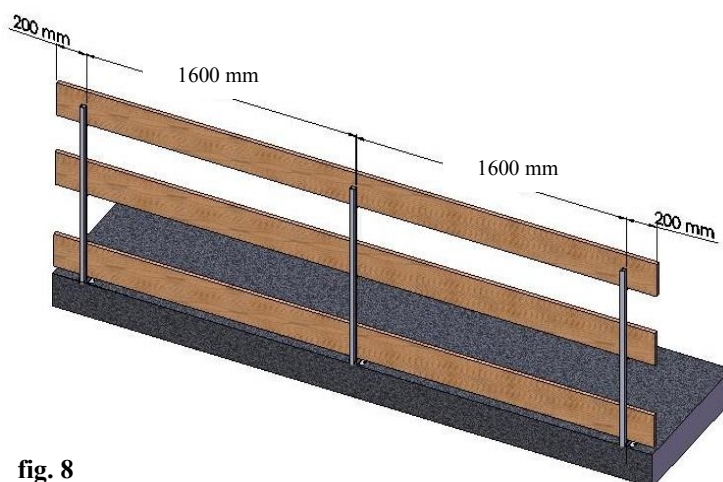

fig. 8
- Completare il montaggio del sistema di protezione provvisorio, inserendo negli appositi sostegni, le tavole (fig. 8 a pag. 9) in legno di abete o di altra essenza (classe minima di resistenza C16 – UNI EN 338), o con altri profili metallici in grado di resistere ai carichi richiesti dalla normativa UNI EN 13374;
- Le tavole (fig. 8) o i profili utilizzati devono essere integri sotto l'aspetto della resistenza e la loro lunghezza minima deve essere superiore di almeno 400 mm a due campate. (esempio: 1600 mm + 1600 mm + 200 mm + 200 mm = 3600 mm)
Nella fig. 8 l'interasse è di 1600 mm